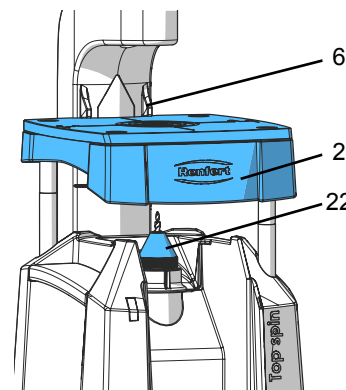

Fig. 8
- ⇒ Appuyer sur le dispositif d'arrêt de la broche (7, Fig. 1) et tourner l'écrou de serrage (22, Fig. 8) jusqu'à ce que le dispositif d'arrêt de la broche s'encliquette.